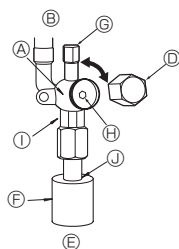

Fig. 4-6
(1) Gas-/væskeside på ZM35-71 (Fig. 4-6)
- ① Fjern dækslet, og drej ventilspindlen mod uret så langt som muligt vha. en 4 mm sekskantet skruenøgle. Stop med at dreje, når den når stopperen (ø9,52: ca. 10 omgang).
- ② Kontroller, at stopventilen er helt åben, skub håndtaget ind og drej hættten tilbage til den oprindelige position.